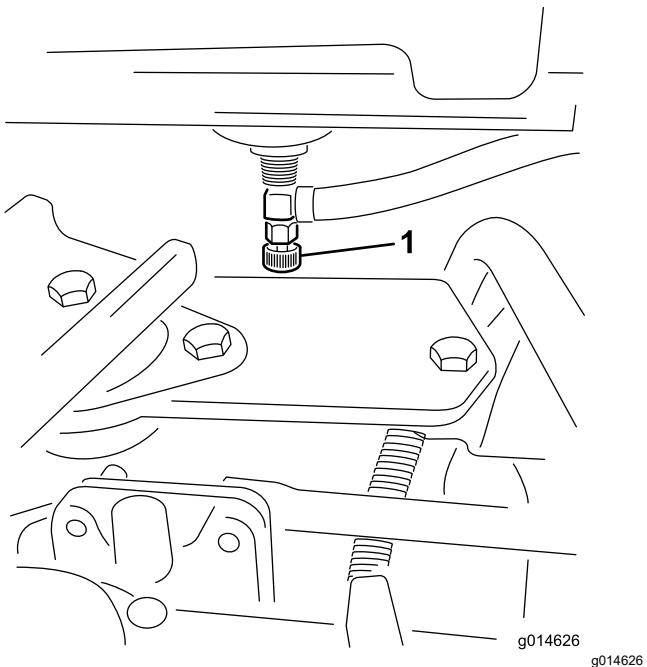

Figura 38
1. Cierre la válvula de cierre del combustible (Figura 38), situada debajo del depósito de combustible.